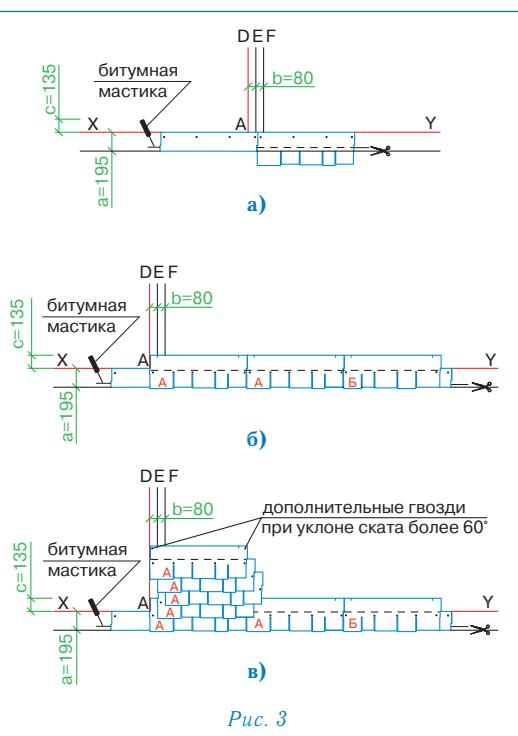

Рис. 3
Укладка материала (рис. 3)
- Начальный ряд формируется из листов черепицы ЗОДЧИЙ с обрезанными лепестками. Полученные таким образом полосы шириной 19,5 см укладываются по линии карниза в обе стороны от линии Е (рис. 3а) и фиксируются по нижнему краю битумной мастикой, а по верхней кромке 4 гвоздями (ось гвоздей на 5 см ниже верхнего края полосы);
- далее первый ряд черепицы укладывается от линии AD в следующей последовательности: тип А, тип А, тип Б (рис. 3б);
- второй ряд черепицы укладывается от линии Е (со смещением 8 см от AD) (рис. 3в);
Каждый лист гибкой черепицы ЗОДЧИЙ крепится 5 гвоздями таким образом, чтобы гвоздь прошивал и верхний край низлежащего листа черепицы (рис. 3б).